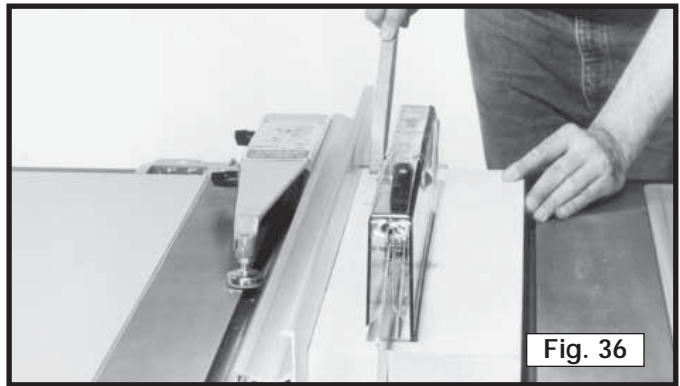

Fig. 36
3. Si el trabajo cortado longitudinalmente tiene menos de 152,4 mm (6") de ancho, utilice una vara para empujar para terminar de cortarlo (Fig. 36). Puede hacer una vara para empujar con material de descarte como se explica en la sección "CONSTRUCCIÓN DE UNA VARA PARA EMPUJAR".